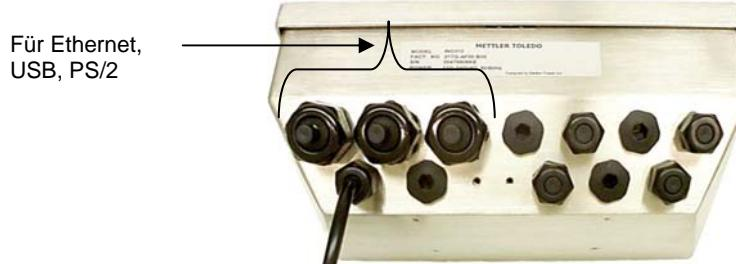

Abbildung 2-3: IND310drive-Kabelstutzen
- Die Kabel durch einen Kabelschuh der entsprechenden Größe ziehen, bevor die Kabel angeschlossen werden. Das Ethernet-Kabel wird beispielsweise durch den großen Kabelstutzen geführt (siehe Abbildung 2-3).